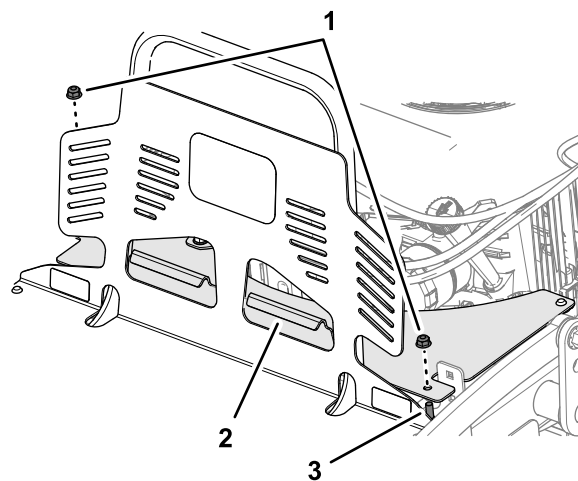

Figure 38
3. Enfilez les trous de l'extension de la protection sur les 2 boulons de carrosserie et le rebord de l'extension sur les ouvertures de la protection du moteur (Figure 38).